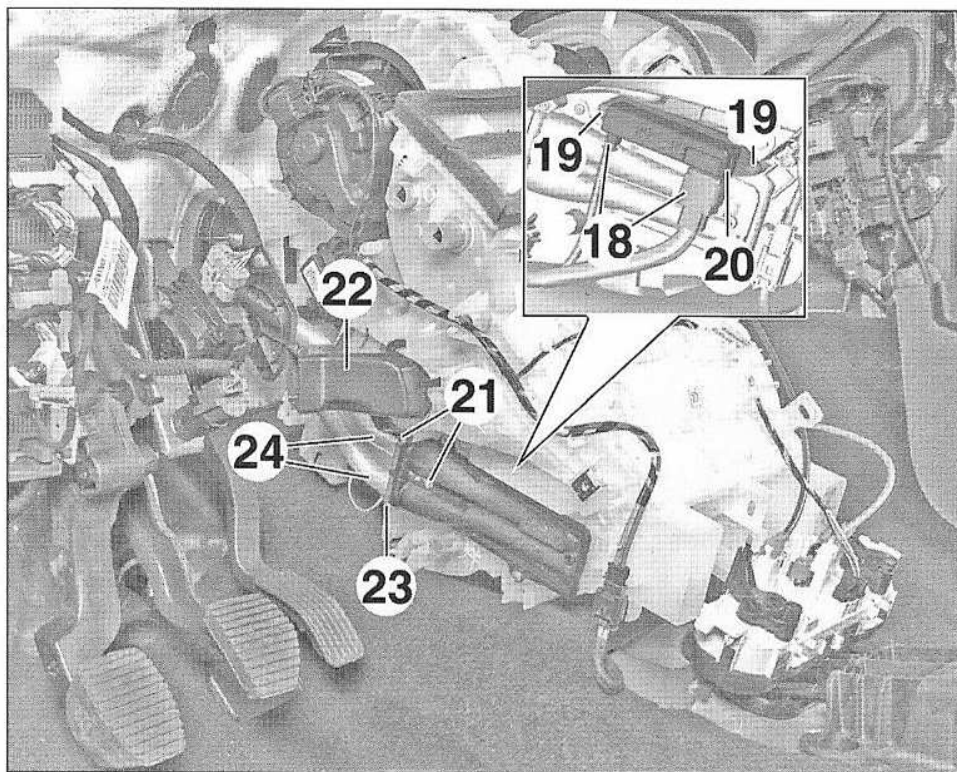
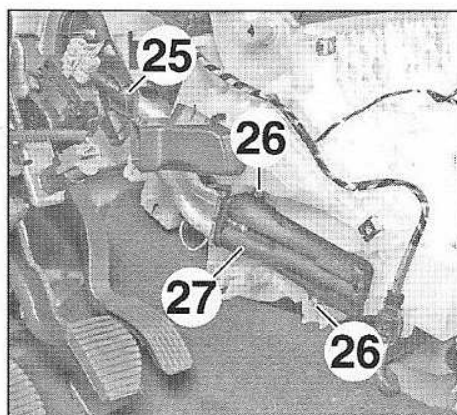

FIG.14
FIG.15
- Selon équipement, débrancher les connecteurs (18) (Fig.14).
- les vis (19),
- les résistances chauffantes additionnelles (20).
- les vis (21),
- le diffuseur d'air (22).
- Libérer la bride (23).
- Ecarter les tuyaux (24).
- Déposer (Fig.15) :
- la vis et la platine (25),
- les vis (26),
- le radiateur de chauffage (27).